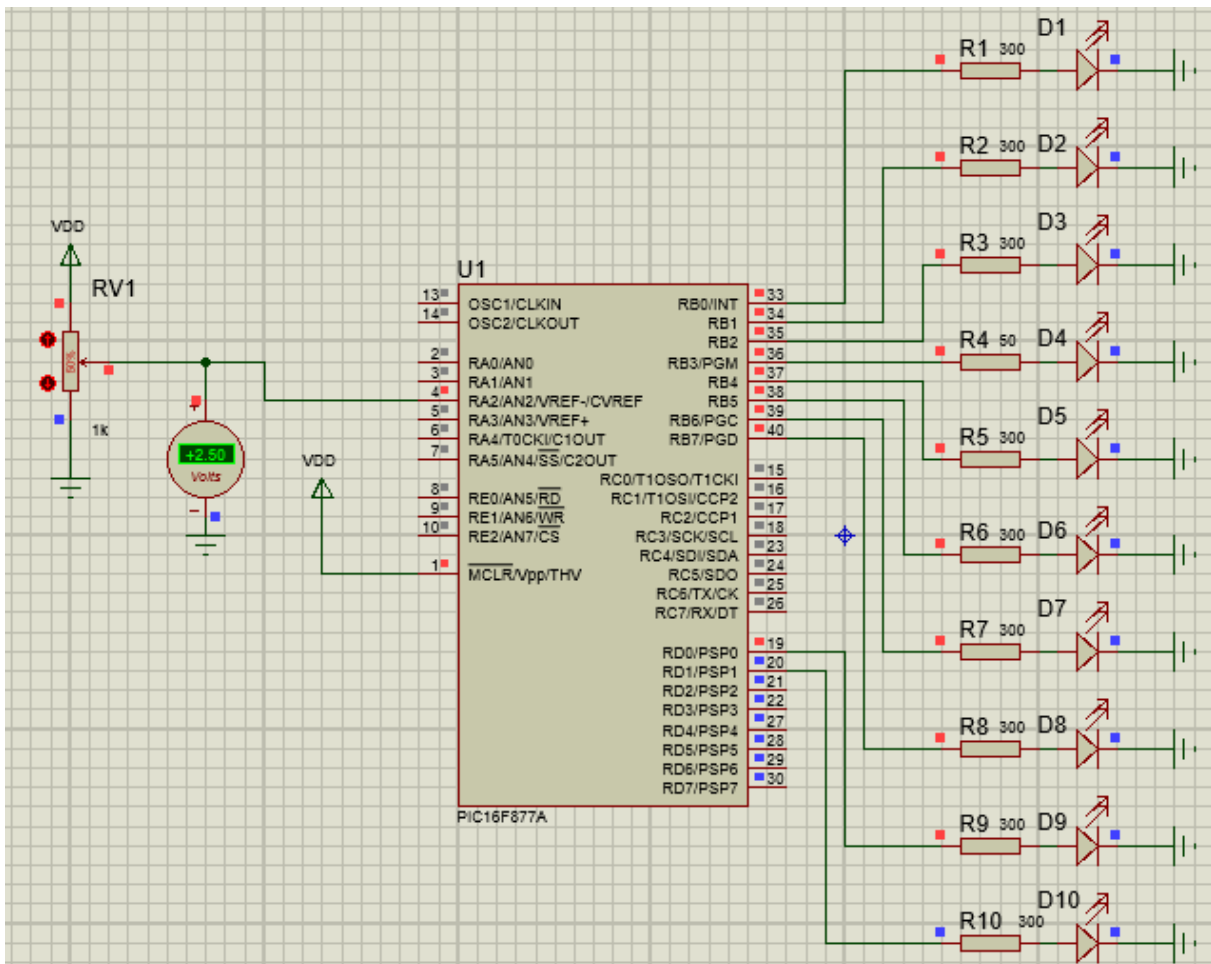

Рис.9.2. Схема модели АЦП
1. Создать в программе Proteus проект LAB13. Разместить проект в папке PRO-LAB13. Собрать схему модели АЦП с индикаторными светодиодами (рис.9.2). Входное напряжение регулируется потенциометром RV1, изменяется в пределах 0 – 5В и измеряется вольтметром. Микроконтроллер с АЦП преобразует аналоговое напряжение в цифровой 10-разрядный бинарный код. Результат преобразования отображается напряжением на светодиодах.
4. Рассчитать для схемы рис.9.2 шаг квантования  $h$ . Для нескольких произвольных значений входного напряжения в диапазоне от 0 до 5 В проверить соответствие аналоговых и цифровых отсчетов. Сделать скриншоты схемы для исследованных значений напряжений.